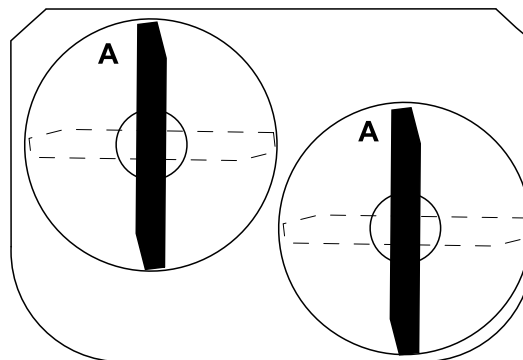

Figura 47
1. Gire las cuchillas hasta que los extremos estén orientados hacia adelante y hacia atrás (Figura 47).